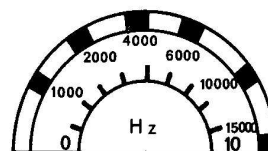

fig. 21
1. Vrid de båda stora skalrattarna så de står på 0 (se skala, fig 21 och 22).
3. Om du inte kan avstämma apparaten till 0 Hz trots att du vrider trimskruvarna så långt det går, så får du plocka bort polyesterkondensatorn C 8 (0,1 μ F) och ersätta den med en isolerad tråd. Med den högra skalratten E kan du nu generera alla toner mellan 0 och 1500 Hz och med den vänstra rattan D alla toner mellan 0 och 15 000 Hz. Om du dessutom vrider på båda rattarna blir den avgivna frekvensen lika med summan av de båda talen du kan avläsa på skalorna (fig 21, 22). Om vänstra skalan visar 15 000 Hz och den högra 1500 Hz genererar du en ton på 16 500 Hz. Det är den högsta frekvensen.